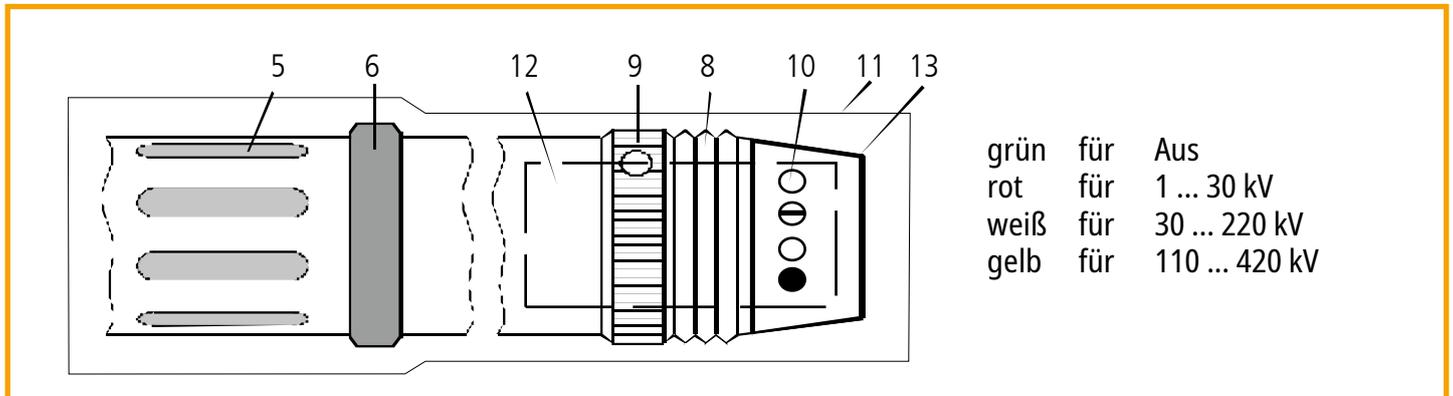

Bild 6 Arbeitskopf mit Anzeigeteil
- ➔ Der Hochspannungsanzeiger ist ein Mehrbereichsspannungsanzeiger. Die Umschaltung der Spannungsbereiche erfolgt durch einen gelben Schaltring (9) am Arbeitskopf (siehe Bild 6).
- ➔ Der Hochspannungsanzeiger hat am Arbeitskopf einen gelben gerändelten **Schaltring (9)**, an dem durch Drehung das Gerät angeschaltet und gleichzeitig der entsprechende Nennspannungsbereich eingeschaltet wird (siehe Bild 6).